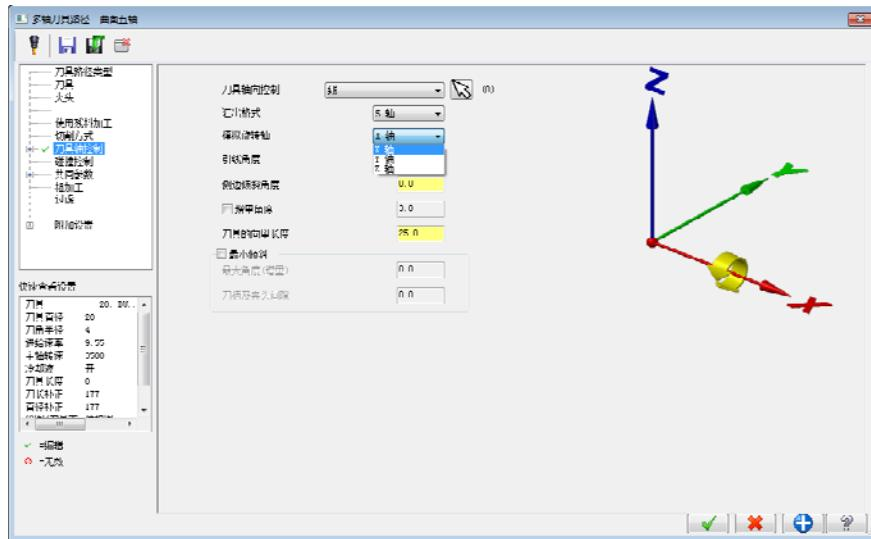

图 11-2 “刀具轴控制”设置
- 4 轴：选中该选项时，在加工前要对刀具轴的方向进行设置；单击“左边刀具轴控制”，系统出现如图 11-2 所示的对话框，在对话框中我们可以设置刀具旋转的方向。